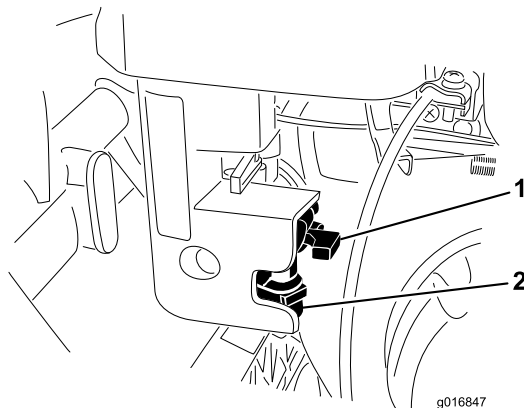

図 36
1. 燃料バルブを閉じて、フィルタのボディから燃料カップを外す図 36。